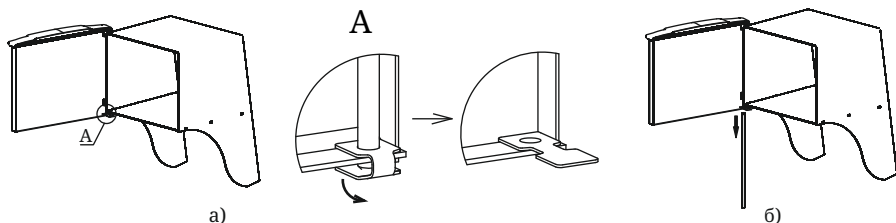

Рисунок 15. Демонтаж дверцы дровяной банной печи ТМФ
Для энергонезависимого ГГУ на плате запальной горелки в соответствии с рисунком 12 установлен термогенератор 4, электропровод которого надлежит подсоединить к клеммам газовой автоматики 820 NOVA рисунок 15. Подключение энергозависимого ПУ к газовой автоматике 820 NOVA показано на рисунке 16.
1. Отогните упор, фиксирующий конец оси между площадками упора (рисунок 15.а).
2. Извлеките ось через отверстия сверху вниз (рисунок 15.б).